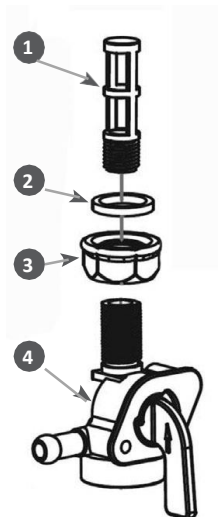

Рис.16 Устройство топливного крана 1. Сетчатый фильтр; 2. Кольцо уплотнительное топливного крана; 3. Контргайка; 4. Корпус топливного крана
2. Открутите контргайку 3 на 1-2 оборота (Рис. 16).
4. Выкрутите из корпуса 4 топливного крана сетчатый фильтр 1 (Рис. 16).